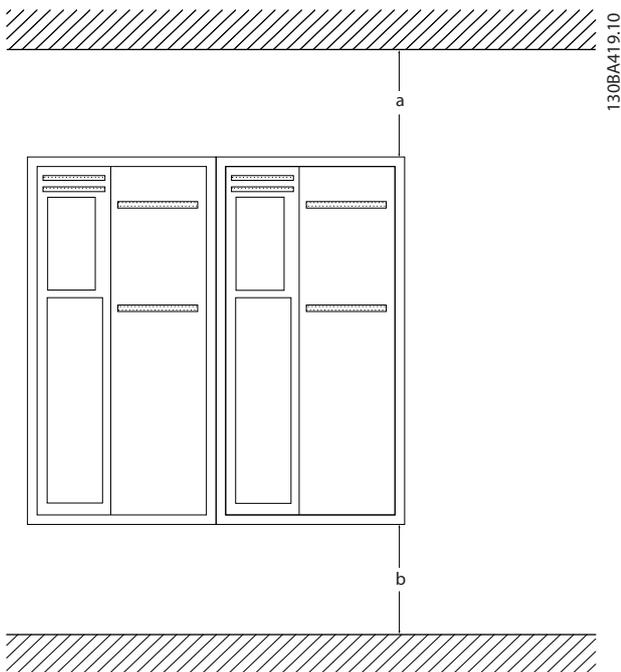

Рисунок 2.1 Свободное пространство для охлаждения верхней и нижней части устройства
- В верхней и нижней части преобразователя следует оставить доступ воздуха для охлаждения. Обычно зазор должен составлять 100–225 мм. См. Рисунок 2.1 с параметрами требуемых зазоров.